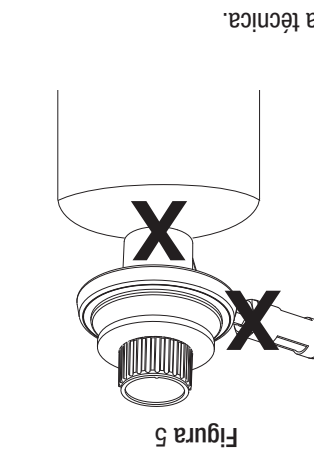

Figura 5
1. Asegúrese de conectar adecuadamente la perilla de control del regulador al quemador. Nota: La tuerca de latón debe girarse 1/4 a 1/2 vuelta una vez apretada. El regulador girará 360° aunque la tuerca de latón esté apretada. Si alguien armó la unidad para usted, verifique visualmente la conexión entre el tubo del quemador y la perilla de control del regulador (vea Figura 5).
3. Vierta varias gotas de la solución con una cuchara o una botella de exprimir en todas las ubicaciones marcadas con “X” (vea las Figura 5).